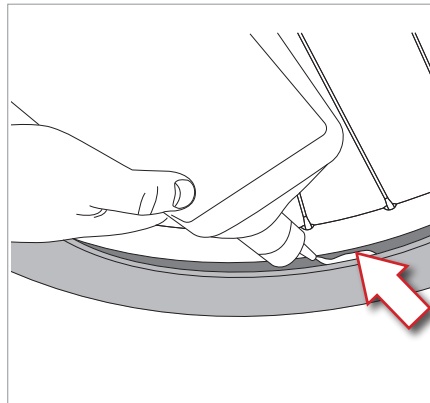

Fig.19
- Si on ne possède pas de seringue, déchausser un côté du pneu, verser le liquide en introduisant la quantité prescrite par le fabricant du liquide, puis remettre le talon en place dans le creux de la jante (Fig. 19).